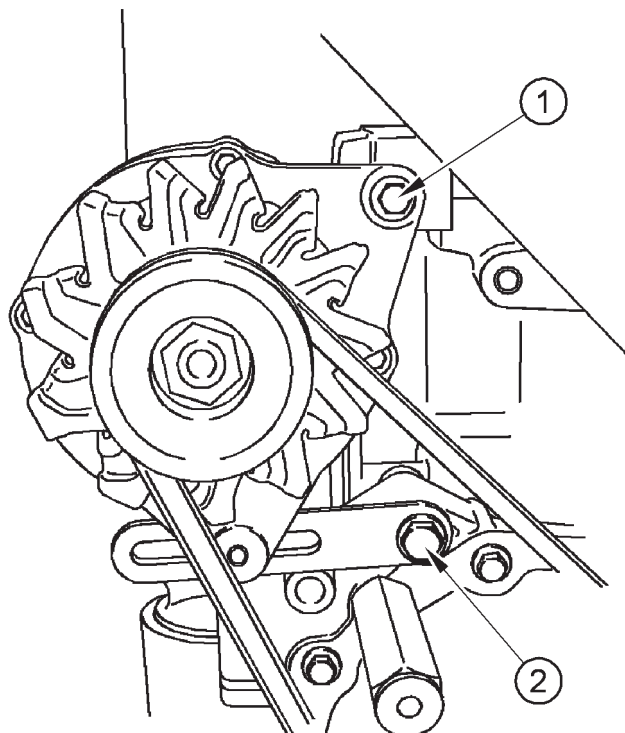

Figure 11
1. Desserrez l'écrou et le boulon (Figure 11, repère 1). Desserrez ensuite l'écrou et le boulon (Figure 11, repère 2).